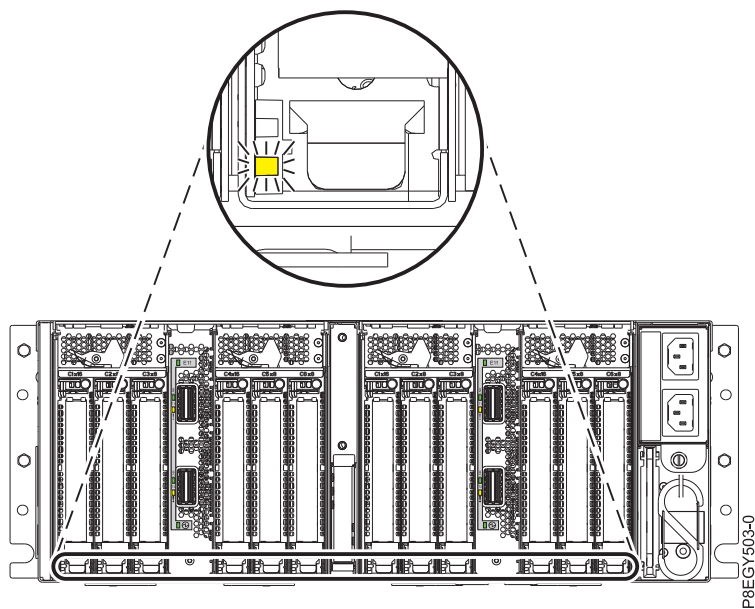

Figure 18. Emplacement du voyant orange de panne ou d'identification (situé en bas) de carte PCIe dans le tiroir d'extension PCIe3
9. Recherchez le voyant orange de panne (situé en bas) que vous avez activé pour identifier l'emplacement de carte PCIe. Voir figure 18.